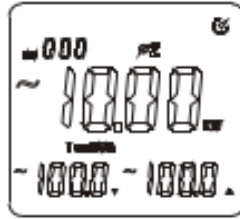

Figura 7-3
- Como se muestra en la figura 7-3, presione la tecla “SELECT” para elegir la fase 2 al medir en un sistema trifásico de 4 conductores y mostrar la potencia activa, la tensión y corriente de dicha fase, $\phi 2$.